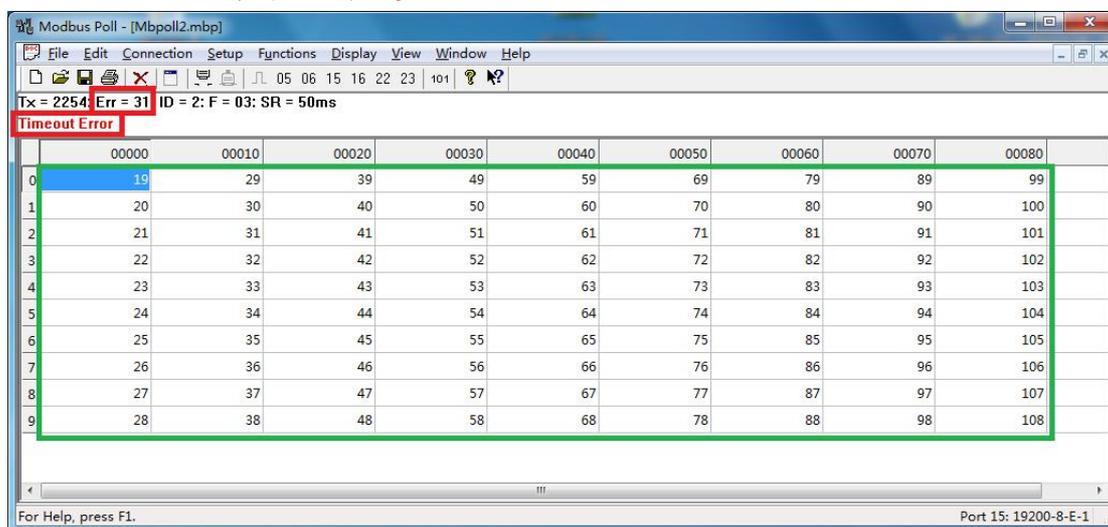

图 4.5.5.1 通讯异常
4.5.5 如果通讯不正常，如图 4.5.5.1，绿色方框数据不变化，红色方框数据则显示错误次数和错误类型。出现这种情况，应先检查虚拟串口状态（参考 4.4），正常时进入下一步。